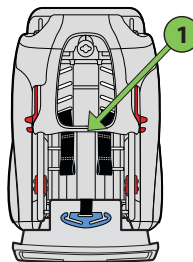

Figure 24
Acheminez les sangles du harnais sous la couverture du dossier du siège (1), tel qu'illustré dans la **Figure 24**.